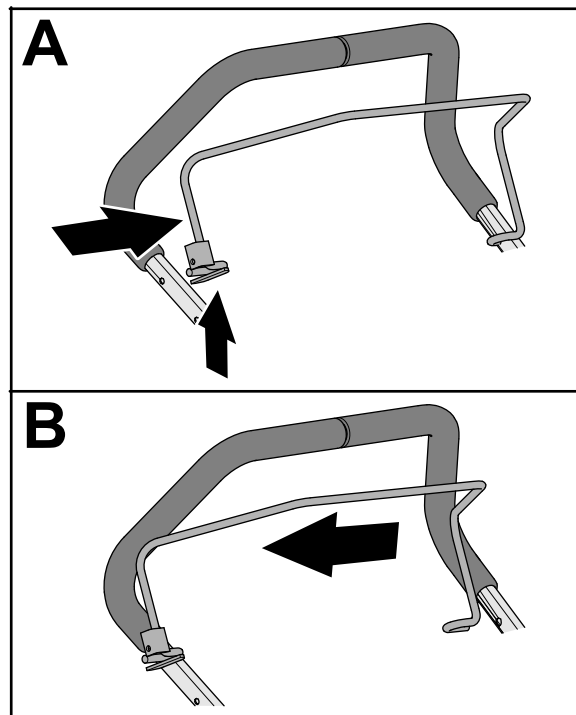

Figura 10
2. Aperte a perna do manípulo de presença do operador até o poder retirar da pega superior, e retire o manípulo da máquina (Figura 10).